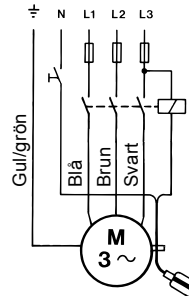

Fig. 8 Kopplingschema
**3-faspumpar** med nivåvippa (Unilift KP-A) ska nätanslutas med kontaktor. Se fig. 8.